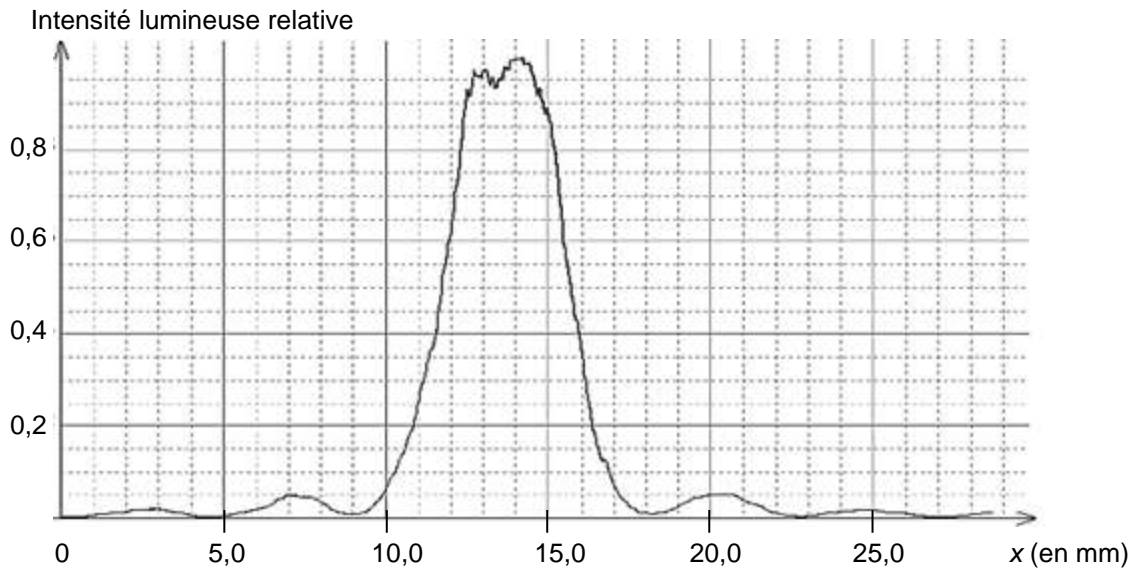

Figure 3. Intensité lumineuse relative en fonction de la position sur l'écran
Pour faire une mesure précise, on remplace l'écran par une caméra qui permet d'obtenir l'intensité lumineuse relative* en fonction de la position x , repérée selon l'axe indiqué sur la photo de la figure 2. L'origine $x = 0$ m est prise sur le bord du capteur de la caméra. On obtient alors la figure 3.
1.3. Déterminer la valeur de la longueur d'onde de la diode laser utilisée en exploitant la courbe obtenue sur la figure 3. La comparer à la valeur indiquée par le constructeur.